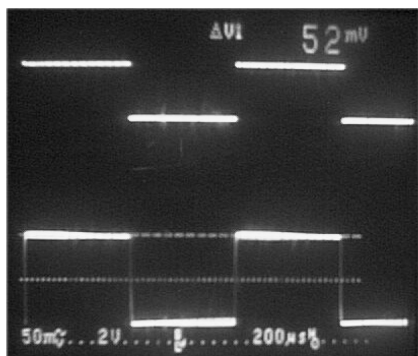

Рис. 4. Ток нагрузки (нижний луч, стабилизатор)
2. Реакция на нагрузку импульсного характера. Для этой цели на вход каскада подавались прямоугольные импульсы. Размах тока устанавливался максимально возможным, но без отсечки анодного тока. К точкам Г и А подключался осциллограф. Осциллограммы показаны на рис. 4...7.